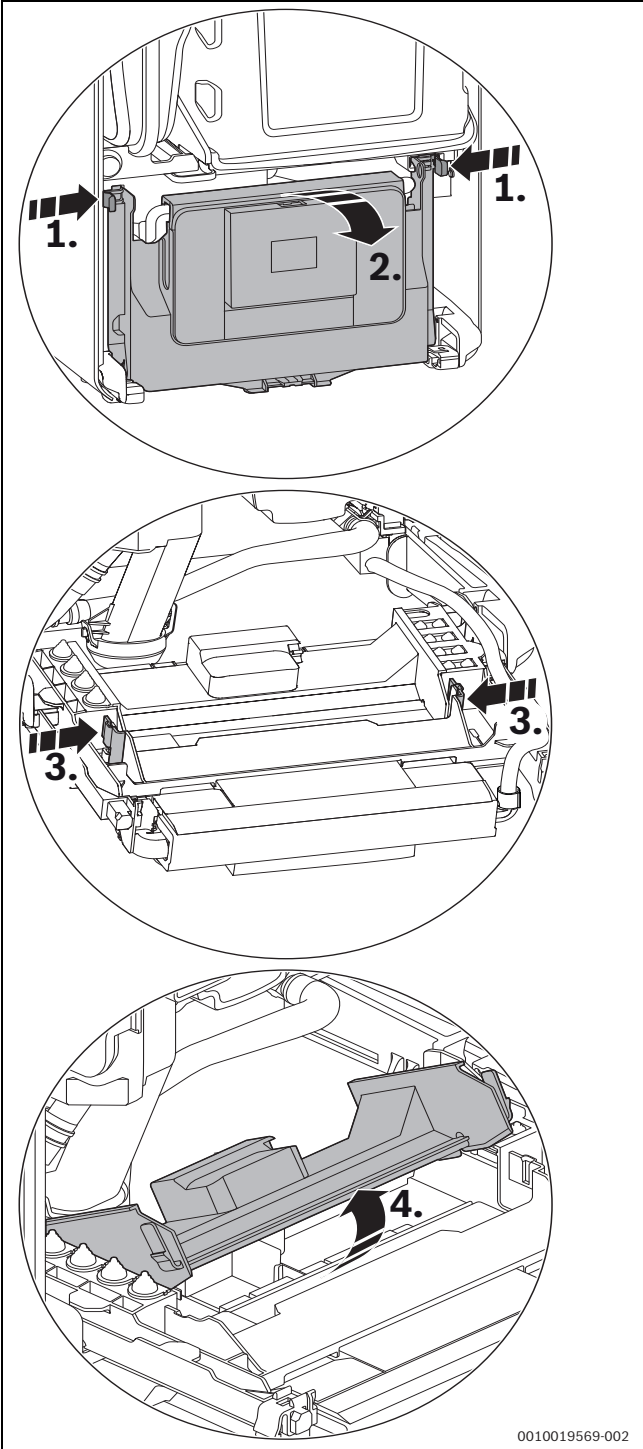

Fig. 28 Abrir o aparelho de comando
- ▶ Inclinar o painel de controlo para baixo (→ fig. 28).
- ▶ Rebater o aparelho de comando para baixo (→ fig. 28, página 20).